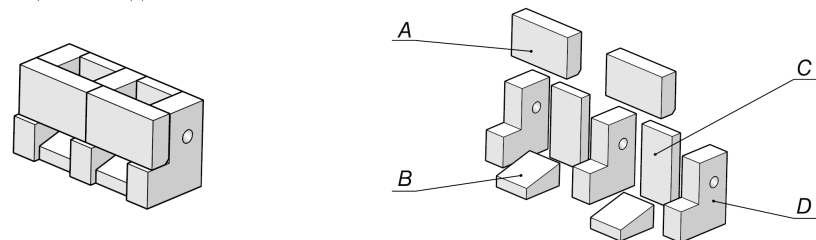

Рис. 6
Через дверку топки (23) в камеру вторичного горения (13) вставить крайние и среднюю плиты (D) (см. рис. 6). Между ними вставить задние плиты (C), и нижние (B). После этого на выемки боковых и средней плиты (D), ребром поставить передние плиты (A), (фаской внизу во внутрь камеры горения)